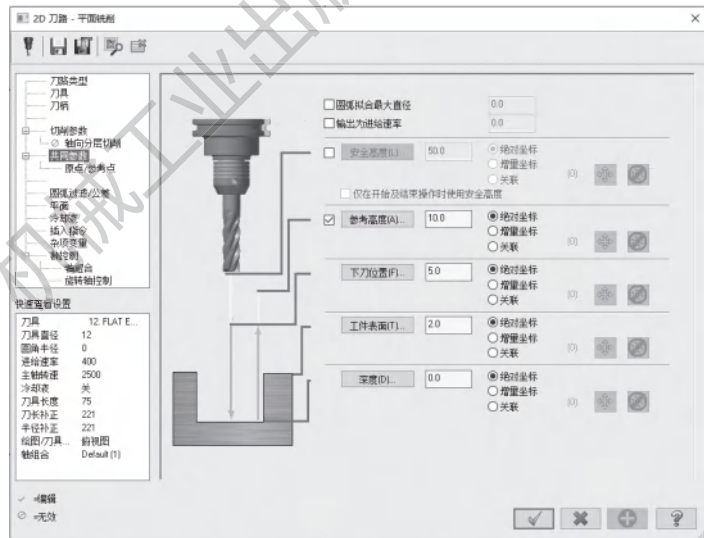

图 10-31 设置共同参数
4) 单击【共同参数】选项,勾选【参考高度】并设置为 10.0mm,【下刀位置】为 5.0mm,【工件表面】为 2.0mm,【深度】为 0.0mm,单击所有【绝对坐标】选项,如图 10-31 所示。